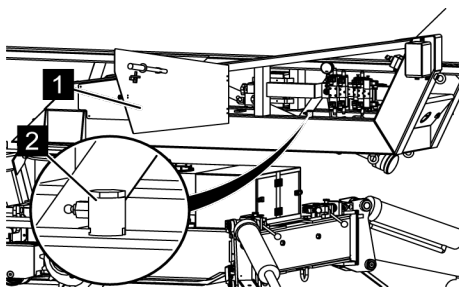

Fig. 148: Accouplement coulissant
3. ➤ *Ouvrir la porte (Voir la Fig. 148/1) et enlever l'accouplement coulissant (Voir la Fig. 148/2).*